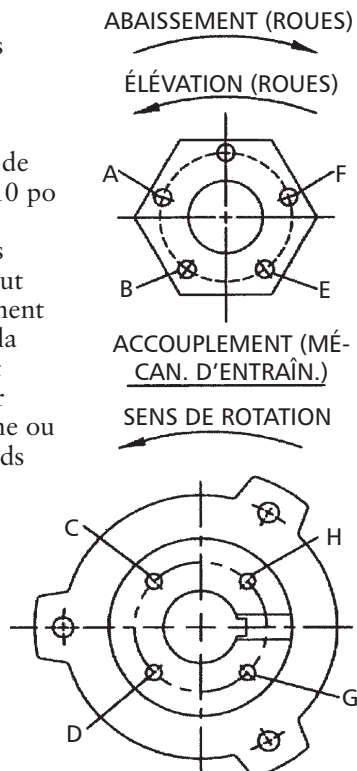

Figure 11
**NOTA :** l'écrou de réglage comporte cinq trous, et l'accouplement du mécanisme d'entraînement, quatre (fig. 11).
3. S'il s'agit d'une pompe à roues ouvertes, aligner le trou A de l'écrou de réglage sur le trou C de l'accouplement (fig. 11) ou aligner les trous se trouvant dans une position similaire. Si l'on procède avec soin, le dégagement initial des roues sera de 0,001 à 0,003 po selon le diamètre de l'arbre ou le pas de vis.
4. Poser la vis d'assemblage dans le trou B de l'écrou et, à condition que le trou D de l'accouplement soit le plus proche du B, tourner l'écrou en sens antihoraire jusqu'à ce que les deux soient alignés. Cela représente 1/20 tour, soit 0,004 po pour les pas de 12 filets au pouce et 0,005 po pour ceux de ÉCROU DE RÉGLAGE (604) 10 filets au pouce.